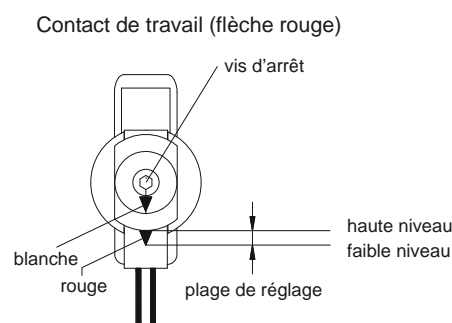
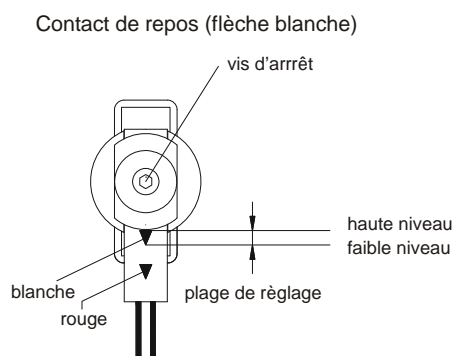

Fig. 15
Fig. 16
- Puis dévisser la vis d'arrêt (à six pans creux SW2,5 pour les modèles en laiton ou en acier spécial et cruciforme pour les modèles en plastique) et déplacer l'unité de commutation jusqu'à ce que la flèche rouge soit visible à l'entrée du guidage de l'unité de commutation si un contact de travail est désiré (→ Fig. 15) et la flèche blanche si un contact de repos désiré (→ Fig. 16).